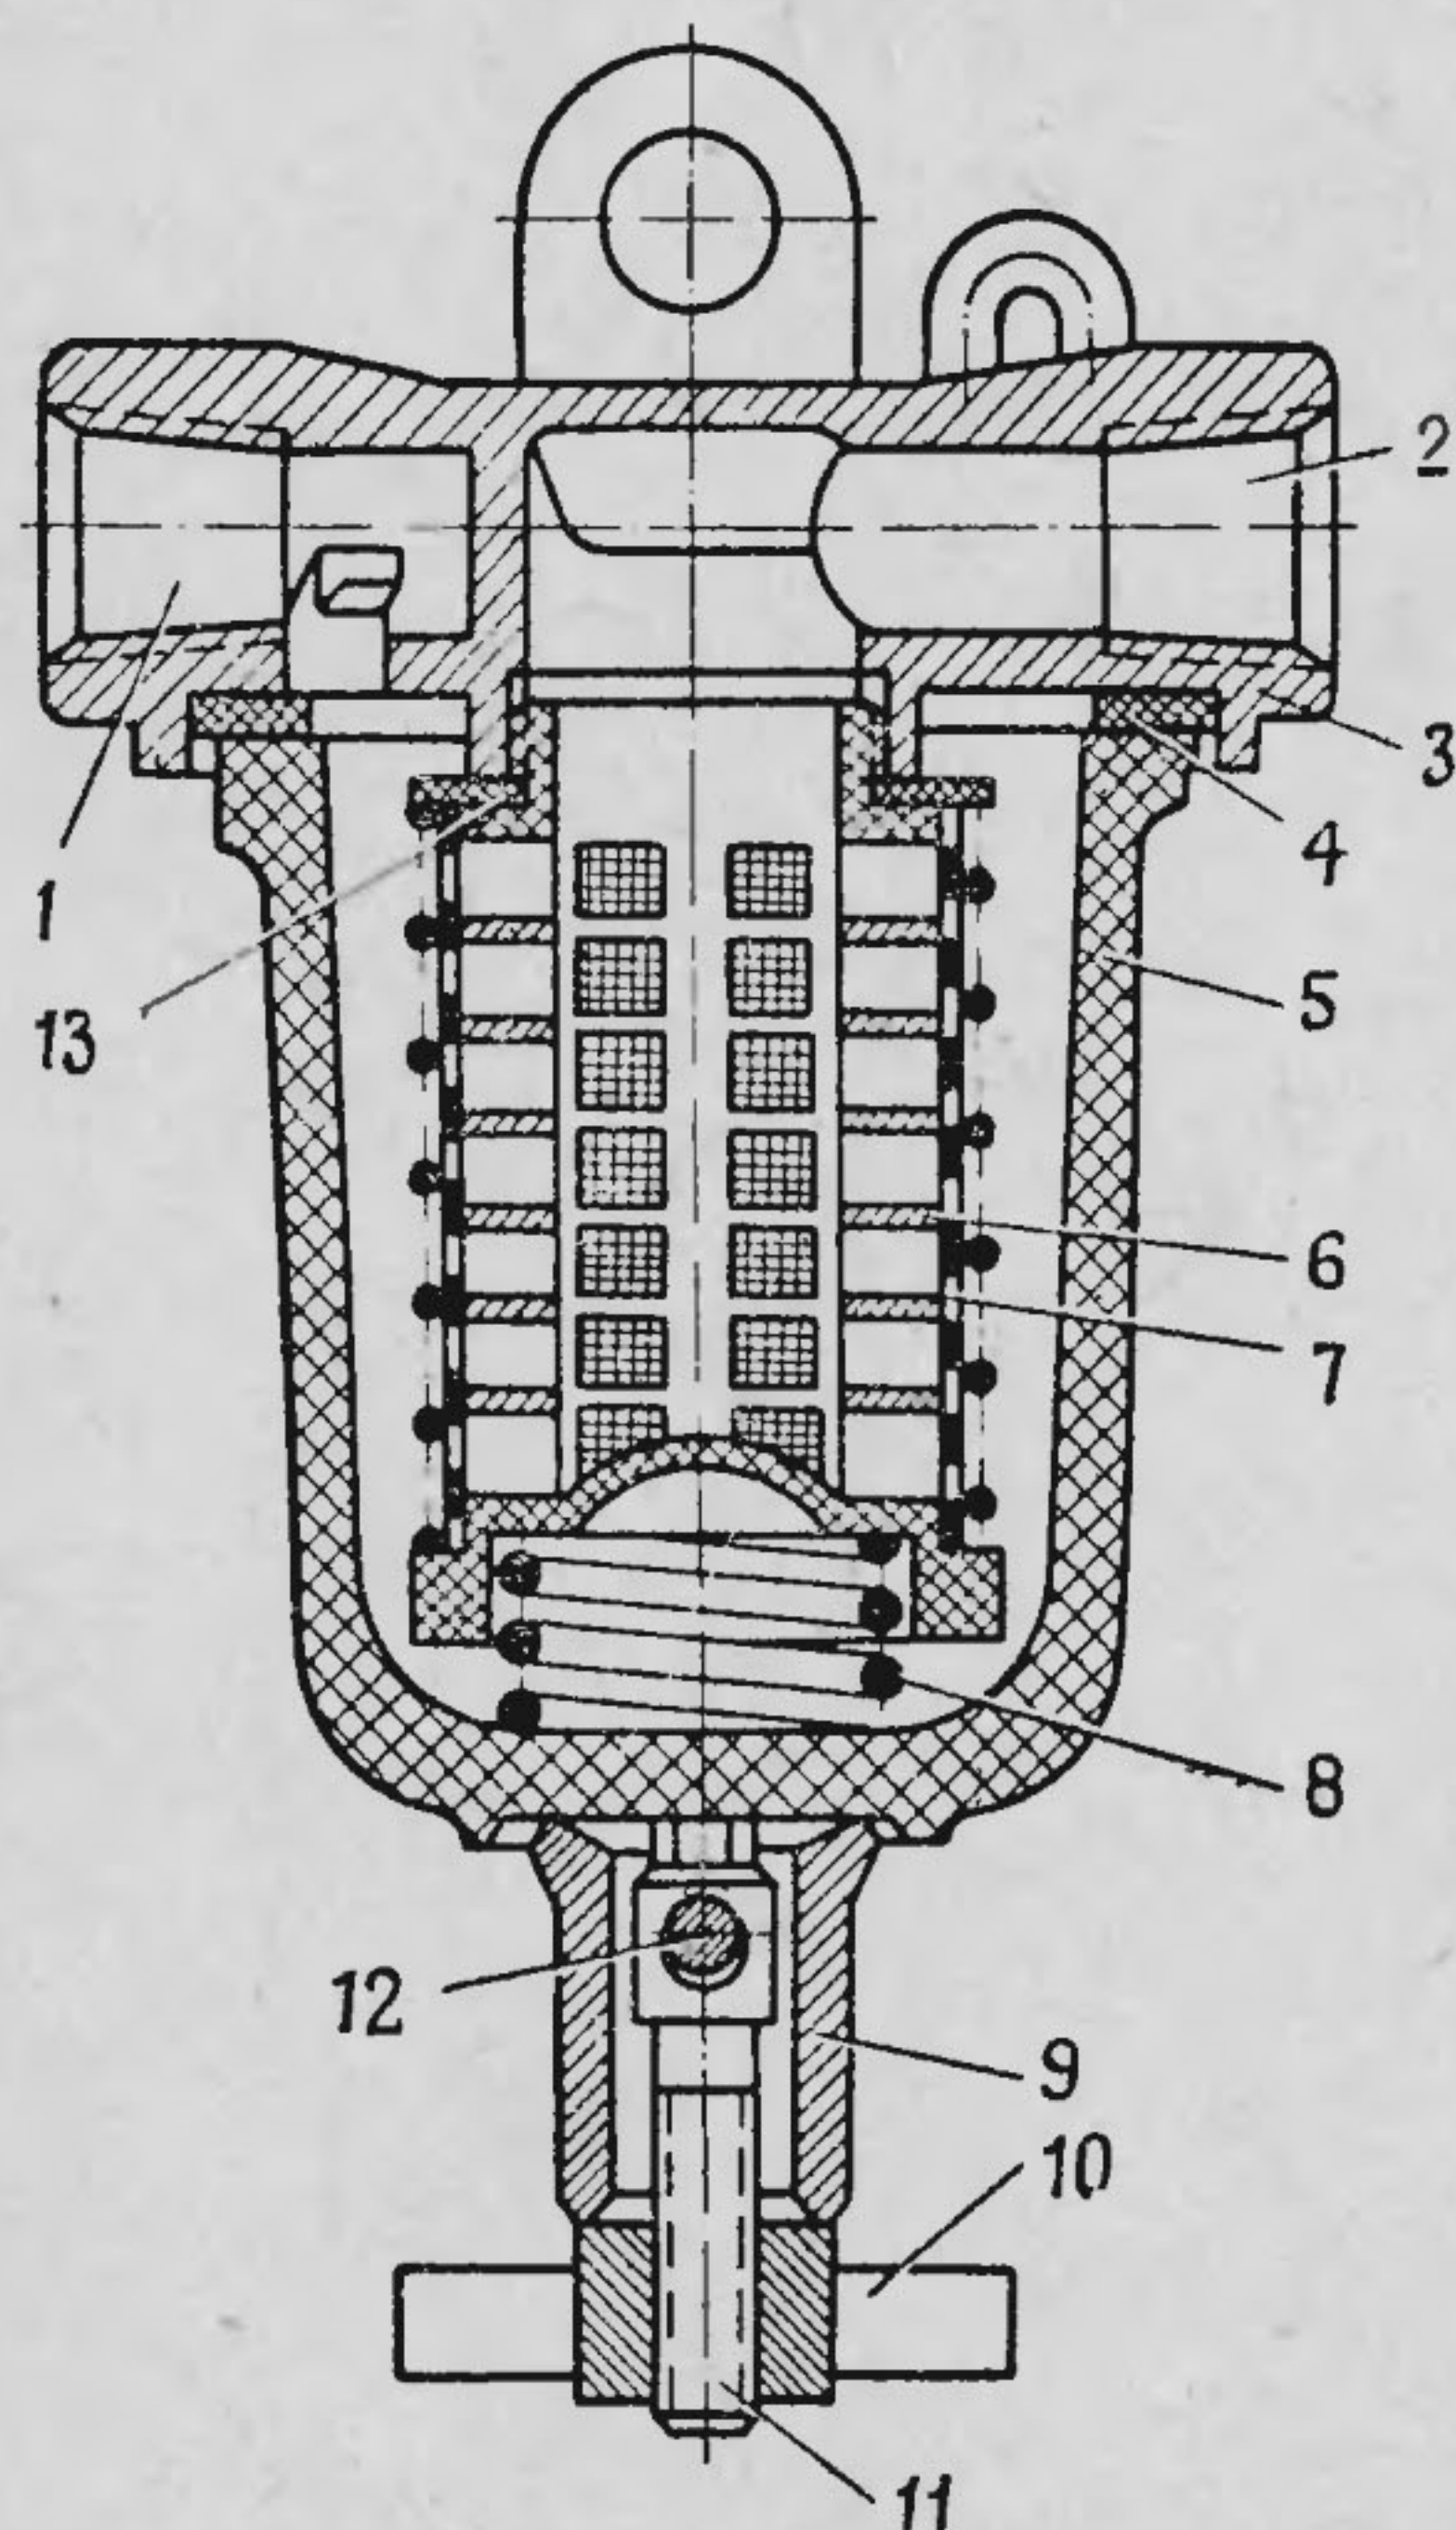

Рис. 21. Фильтр тонкой очистки топлива:
3. Снять стакан-отстойник фильтра (рис. 21) тонкой очистки топлива и промыть фильтрующий элемент в бензине.
1. Разобрать топливный фильтр-отстойник (рис. 10) и фильтр тонкой очистки топлива (рис. 21) и промыть их фильтрующие элементы в бензине.